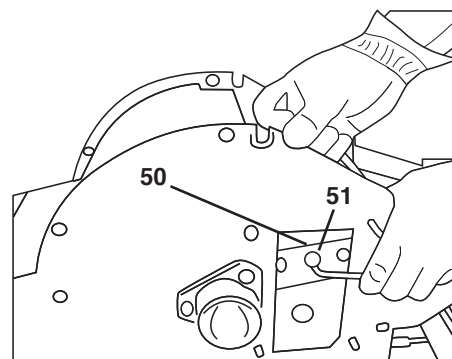

Figure 43
- Tourner le rotor (50) de façon à ce que le couteau (51) soit visible par l'orifice (voir « Figure 43 »).
- Desserrer et dévisser la vis à tête conique (SW 5) située sur le couteau (51).